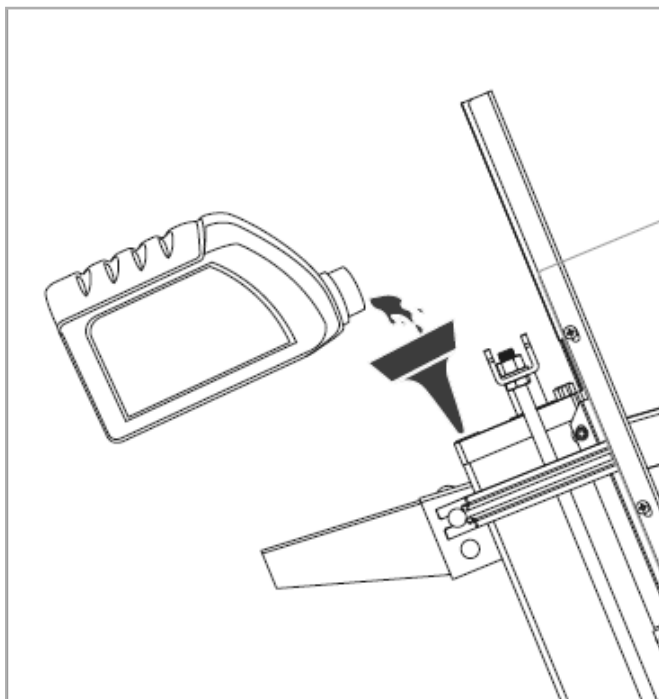

FIG. 22
- Påfyld frisk hydraulikolie med det volumen, der er i henhold til hydraulikoliekapaciteten for en bestemt model angivet i ovenstående specifikationstabel (fig. 22).